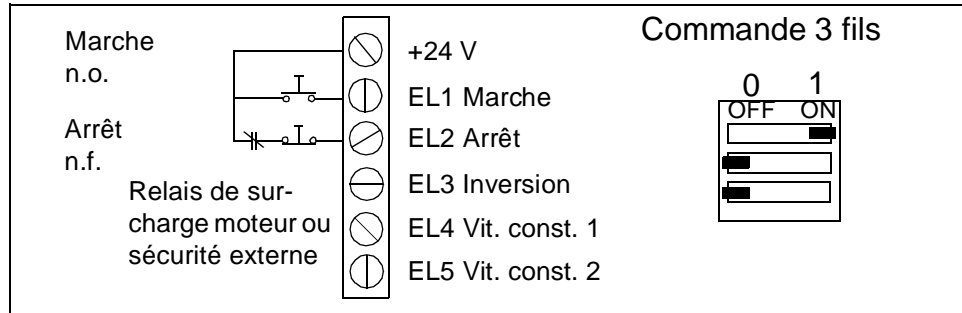

Figure 4-4 Raccordement préconisé et positionnement du sélecteur S1 pour la commande 3 fils.
- Commande trois fils (cf. Figure 4-4, Tableau 4-5 et Tableau 4-6)
- Commande 3 fils 2 (cf. Figure 4-4, Tableau 4-7 et Tableau 4-8)